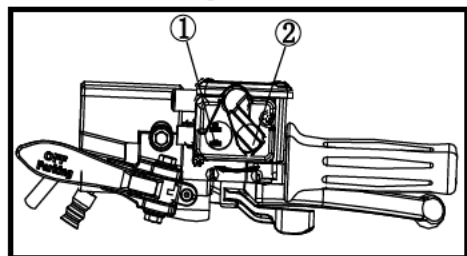

Рис.2 Флажок ② в положении ⑥
Переключатель блокировки дифференциала переднего моста "LOCK" / "4WD" Рис.2 поз.①